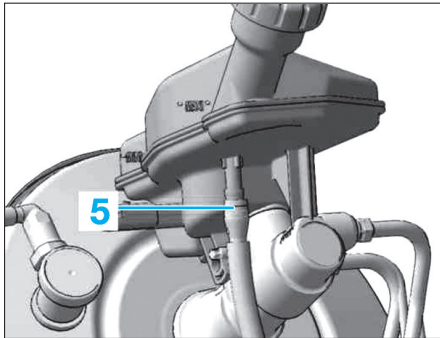

Fig. 13
- Déposer la goupille (2) du réservoir (3).
- Déposer le réservoir (3).
- Désaccoupler les tuyaux de freins (4).
- Déposer le tuyau (5) du réservoir (Fig.13)